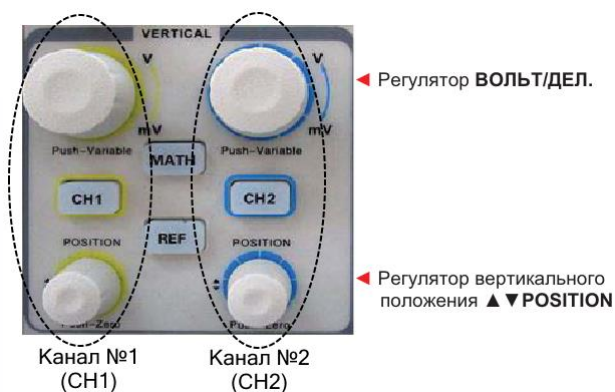

Рисунок 1.6 – Органы управления вертикальной системы развёртки.
- 1) Вертикальное отклонение: установить уровень ослабления или усиления сигнала. Установите ручкой управления чувствительностью (см. рис. 1.6) необходимое число вольт на деление (В/дел) для регулировки вертикального размера отображаемой развёртки сигнала. Если установлено значение 5 В/дел, это значит, что на каждое деление вертикальной шкалы приходится по 5 вольт. Если шкала экрана осциллографа имеет восемь вертикальных делений, то при такой настройке на экране уместится развёртка сигнала амплитудой 40 В. При настройке 0,5 В/дел, весь экран займет развёртка сигнала амплитудой 4 В и т.д. Максимальное напряжение, которое можно отобразить на экране, равно значению настройки В/дел, умноженному на количество делений вертикальной шкалы. Необходимо учитывать, что используемые пробники с коэффициентами 1х и 10х также влияют на коэффициент масштабирования. В этом случае необходимо умножать значение В/дел на коэффициент ослабления пробника.